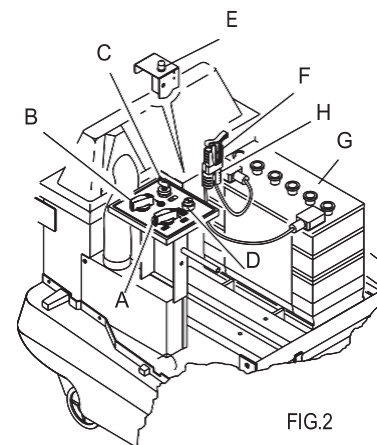
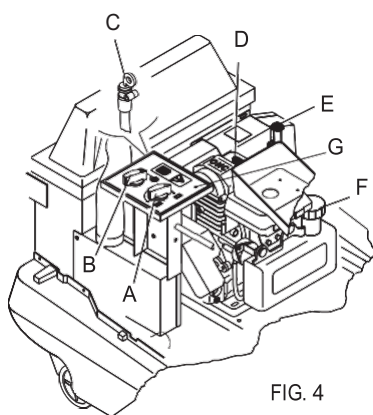

FIG.2
FIG. 4
Når man passerer over våde gulve, er det nødvendigt at lukke vakuummet (fig.2 pos. B elektrisk version, fig.4 pos. B Honda-version)
Drej nøglen i pos.1 (fig.2 pos. C)
Drej nøglen i pos.0 (fig.2 pos. C)
- Afbryd stikket (fig. 2 pos. F)
- Tilslut opladerens stik (fig. 2 pos. H)